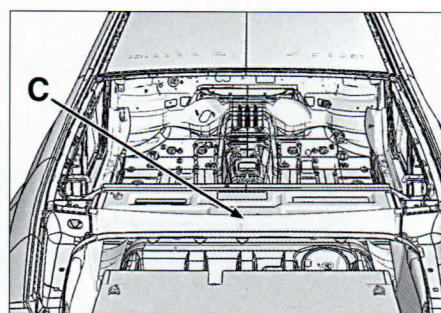

FIG. 84
Colocar el separador en (C) (fig. 84).